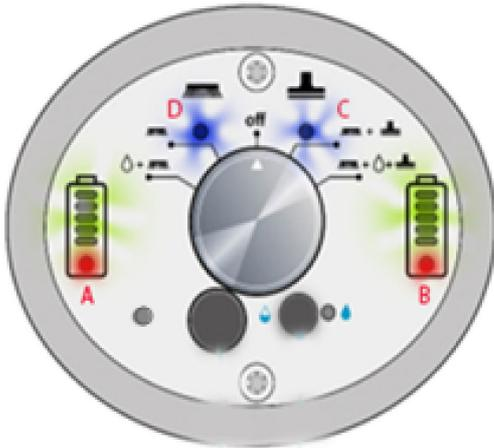

Figure 20B
11. Pour le stationnement à court terme de la machine, i-mop® dispose d'une minuterie intégrée pour gérer et garantir sa durabilité sur les brosses. L'opérateur ne doit pas laisser la machine trop longtemps sur les brosses pour éviter de les endommager. L'écran commence à s'allumer comme indiqué sur la **figure 20B**. Après 9,5 minutes, les voyants indiqués sur A, B, C, D commencent à clignoter.